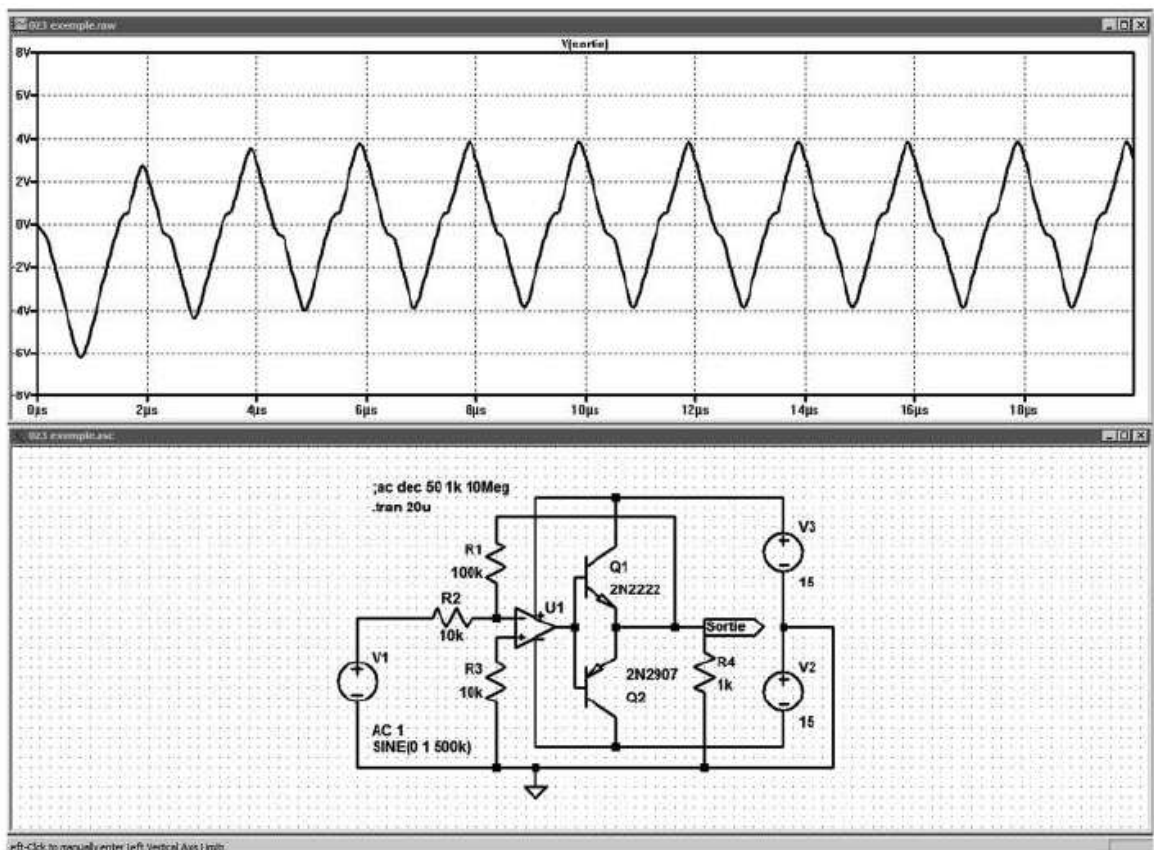

Figure 3.32
Vous pouvez remarquer que la commande de la simulation précédente n'est pas effacée. Un point-virgule a remplacé le simple point du début, ce qui indique à LTspice IV qu'elle n'est plus active, figure 3.32.
23. Vous lancez la simulation en cliquant gauche sur l'icône RUN  (silhouette du petit coureur) et vous obtenez le signal suivant (figure 3.32).